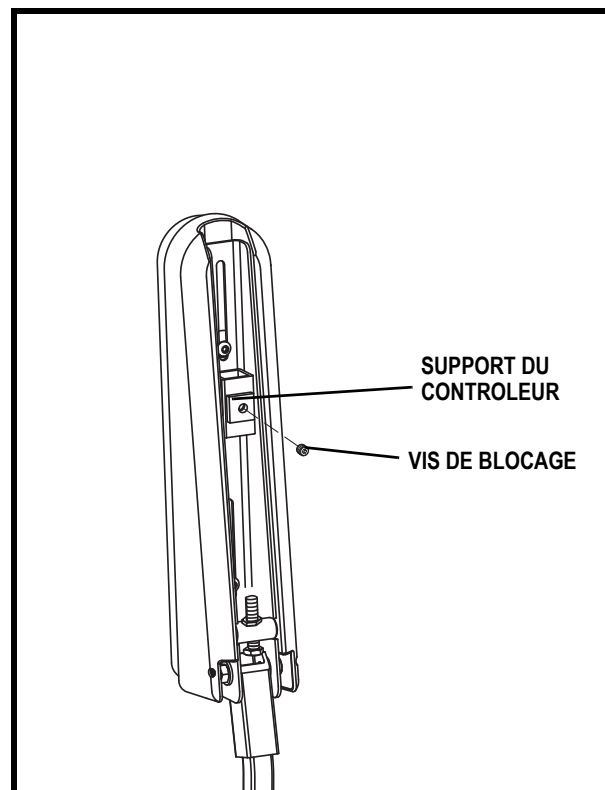

Figure 14. Dessous de l'accoudoir
2. Desserrez la vis de blocage sous l'accoudoir. Voir la figure 14.